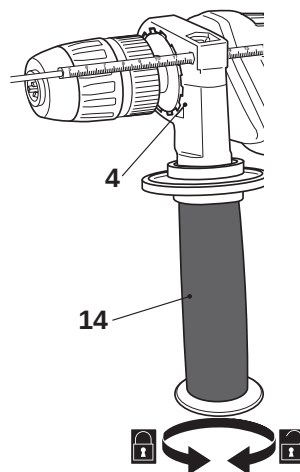

Fig. 5
- > Tourner la poignée ergonomique [14a] dans le sens horaire pour serrer le collier de serrage (Fig. 5).